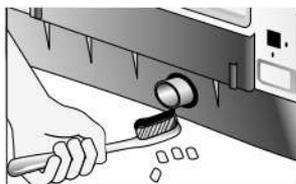

Figura 34
- Desconecte la manguera de desagüe de la lavadora y cepille vigorosamente para retirar la mugre o pelusas, como se ilustra en la figura 34.